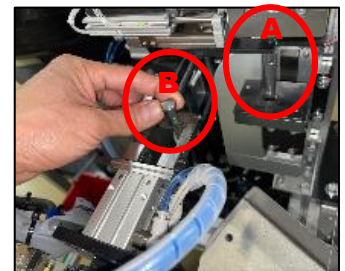

図2
- ① PLCタッチパネル画面で「リセット」ボタンを押して異常を解除する。
- ② ロボット処置(53号機のみ)
- ・ロボットハンドの爪に挟まれている製品を取り外す(図2-B)。
- ③ NGマスタを取出し(図2-A)、マスタ保管棚へ戻す。